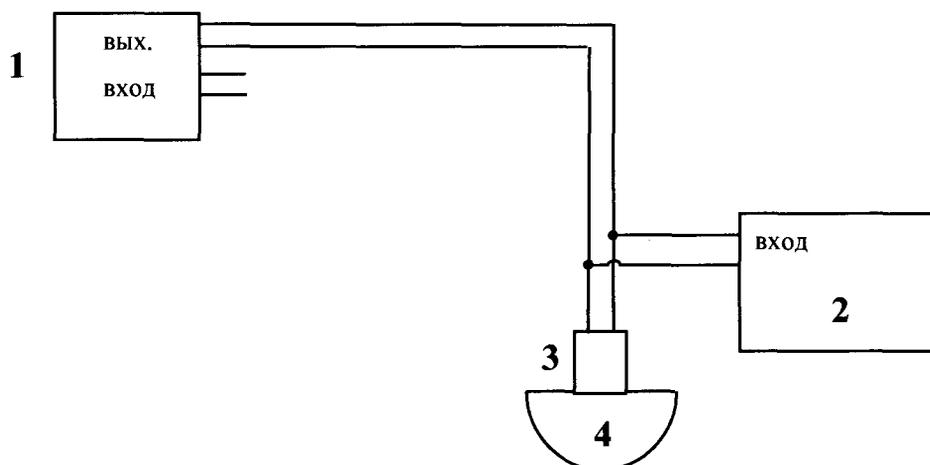

Рисунок 10 – Схема подключения для определения эффективной частоты ПЭП
- подключить к дефектоскопу осциллограф в соответствии с рисунком (Рисунок 10). При необходимости использовать ограничитель, схема которого приведена в приложении 2 ГОСТ 23667-85;